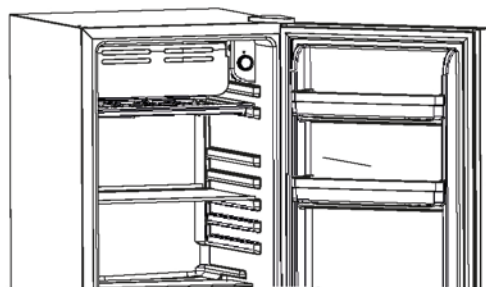

fig .3
2. Para descongelar el congelador, retire los alimentos y la bandeja de cubitos de hielo de la sección del congelador. Su modelo requiere que coloque la bandeja de goteo debajo de la sección del congelador (ver Fig. 3).